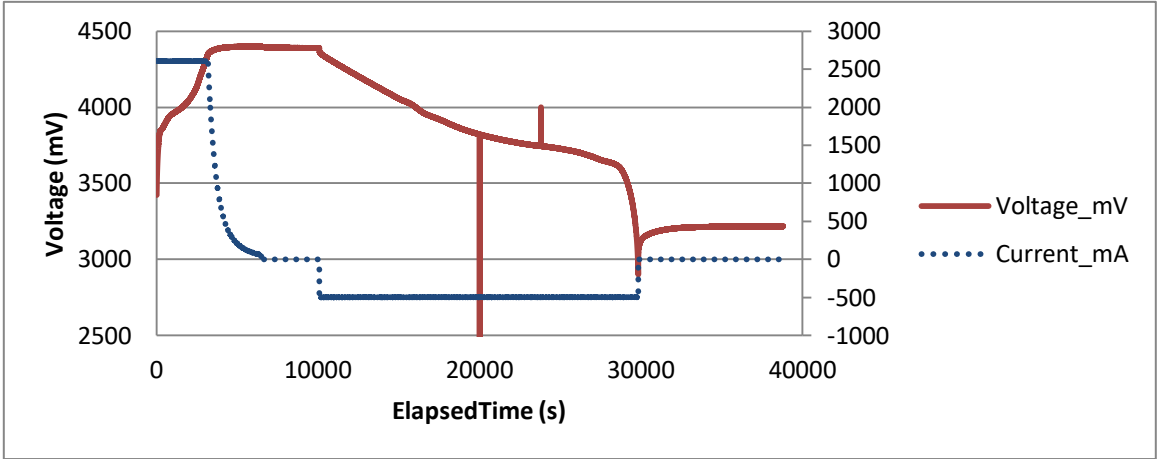

Figure 9. 检查数据连续性有无奇点
(2) 检查数据的完整性和连续性。把电流、电压的数据连线，即可看到是否完整（要求包含“静置——放电——静置”的数据）、是否连续（删除奇点、删除空白行）。比如下图 9 的应用案例中，老化柜在第 20000 秒记录了一个电压 0V 的奇点、第 23800 秒记录了一个电压 4V 的奇点，要把它们删掉。